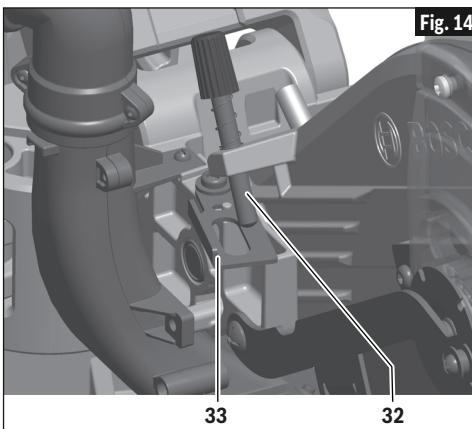

Fig. 14
- Jale la placa del tope de profundidad hacia fuera alejándola del cabezal de la sierra (vea la Fig. 14).